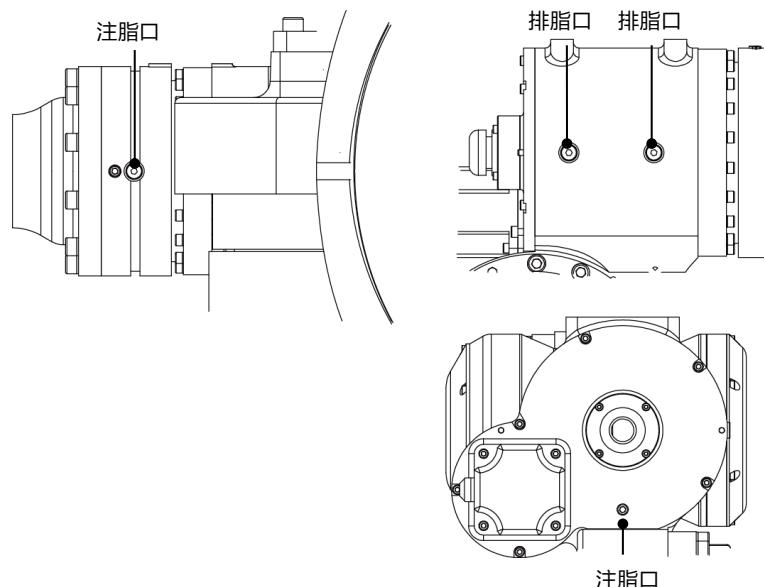

图 10-9 更换 J4 轴齿轮箱及减速器润滑脂
- 步骤3. 卸下注脂口排脂口密封螺钉, 如图 10-9 所示。